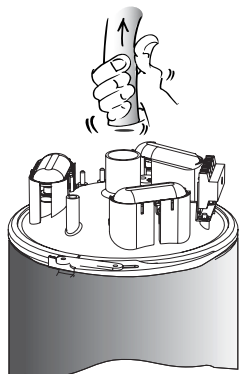

Рис. 14.1.3
1. Отсоедините паропровод от верхнего соединительного патрубка цилиндра (Рис. 14.1.3)
2. Отсоедините паропровод от верхнего соединительного патрубка цилиндра (Рис. 14.1.3)